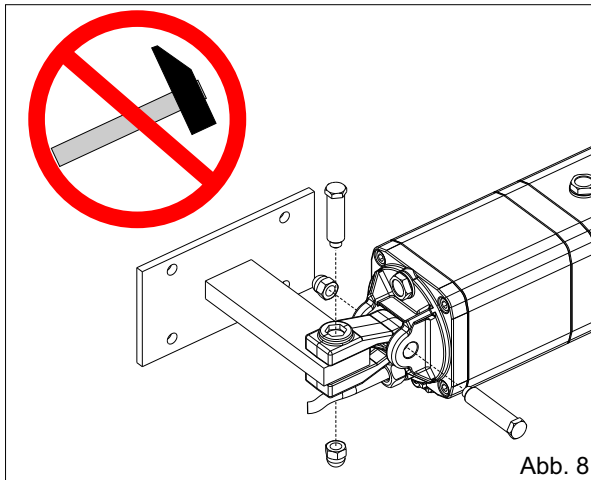

Abb. 8
- Die Schwinggabel wie in Abb. 8 befestigen.